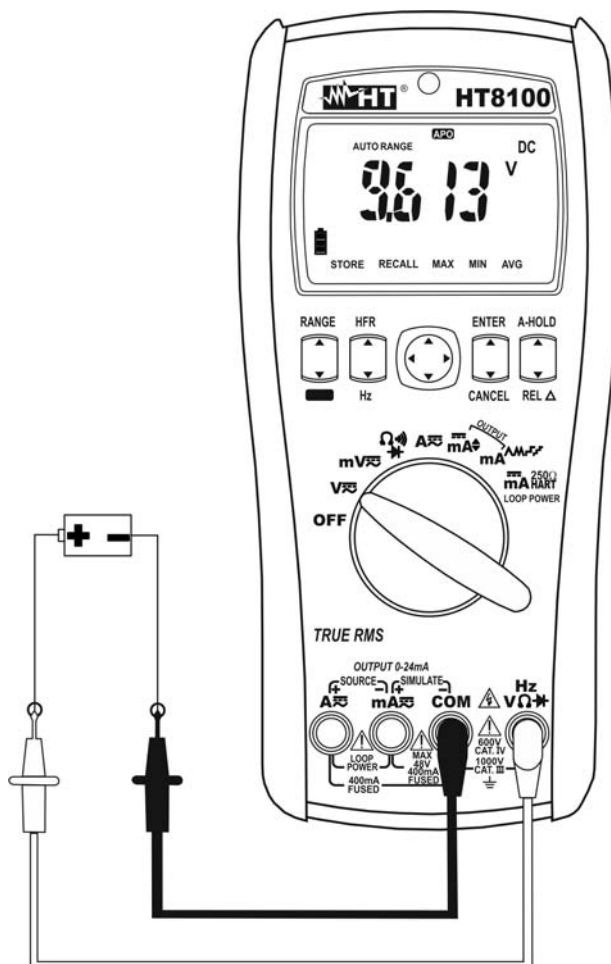

Fig. 2: Uso del instrumento para medida de Tensión CC
5. Posicione la punta roja y la punta negra respectivamente en los puntos con potencial positivo y negativo del circuito en examen (vea Fig. 2). El valor de la tensión se muestra en el visualizador.
7. La visualización del símbolo "-" sobre el visualizador del instrumento indica que la tensión tiene sentido opuesto respecto a la conexión de Fig. 2.